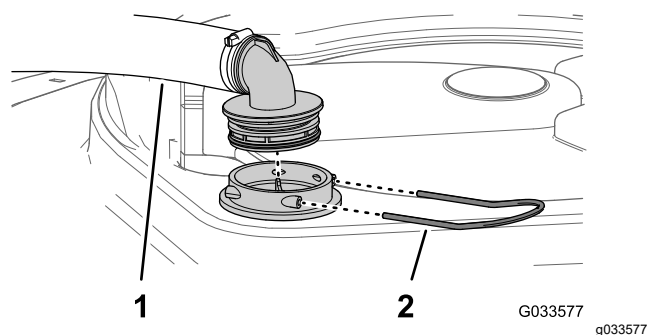

Bild 54
befestigt ist, das am dicken Schlauch und dem Filtergehäuse angeschlossen ist (Bild 54).
3. Nehmen Sie den Schlauch und das Schlauchanschlussstück vom Filtergehäuse ab (Bild 54).